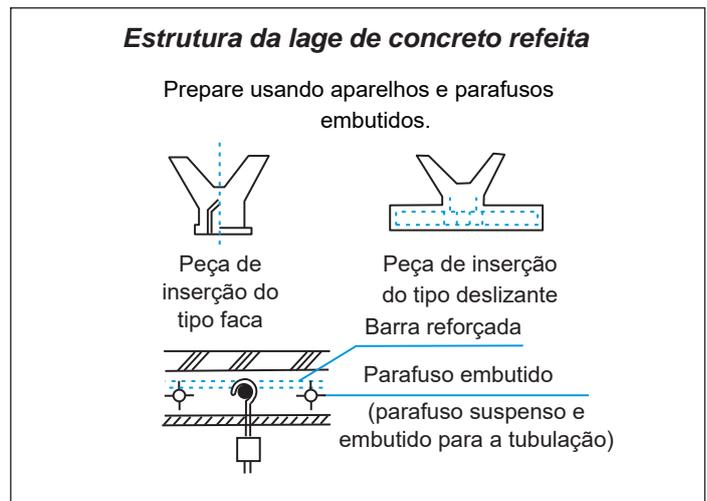

Figura 3.4
- Suspenda a unidade terminal no parafuso de suspensão (haste) conforme mostra a Figura 3.4. Use um nível de bolha para colocar o comprimento e a largura no nível. Durante o processo, você vai precisar ajustar repetidamente quatro porcas 2 no braço longo. Essa situação pode surgir: Ao verificar se a unidade terminal está nivelada, a diferença de altura entre a arruela 2 dos quatro parafusos de suspensão e a superfície inferior do teto talvez não seja consistente, dessa forma A não é uniforme. Nesse momento, a prioridade deve ser garantir que o corpo da unidade esteja nivelado. Nivele toda a unidade para cima e para baixo até que as quatro diferenças de nível estejam o mais próximo possível de A.